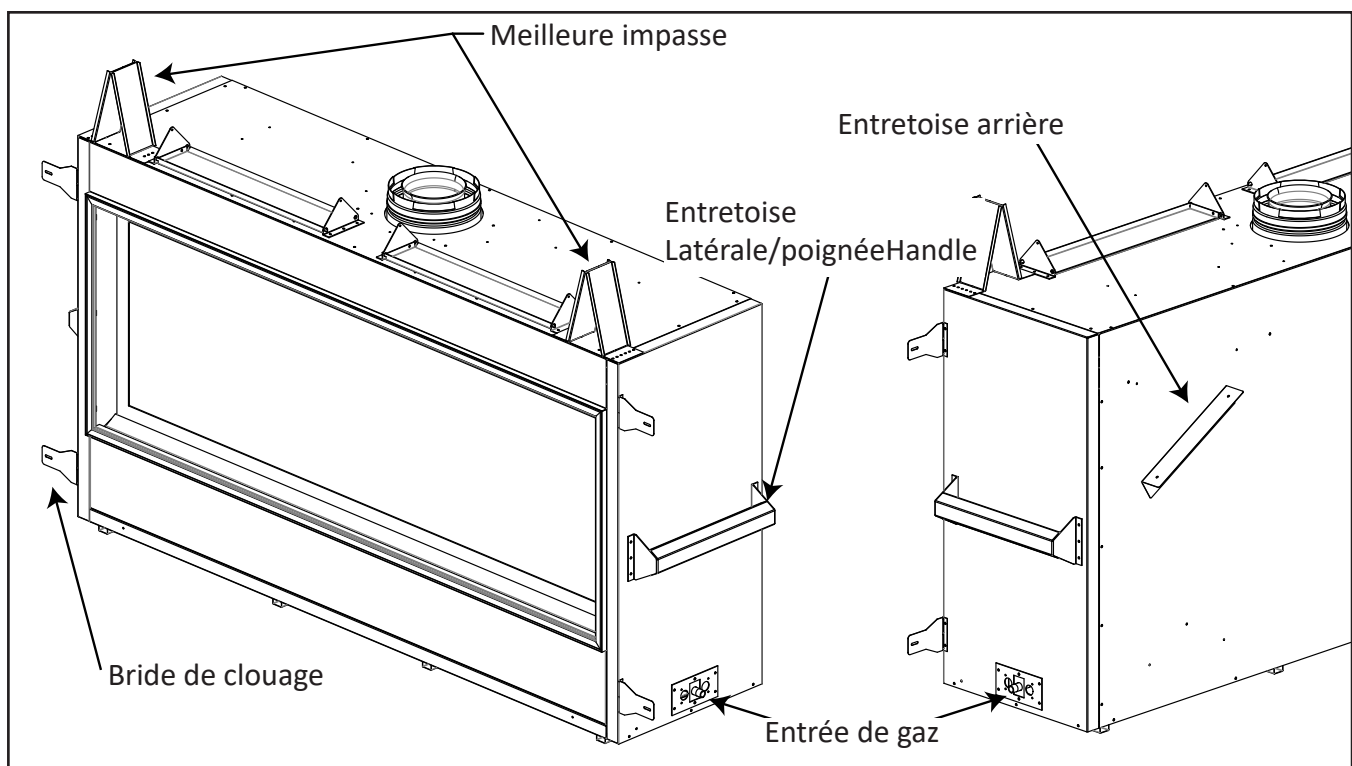

Figure 28: Préparation de l'installation du foyer
Prenez une minute pour vous familiariser avec la figure 28 ci-dessous.
- Les entretoises de cadrage supérieures devront être repliées et fixées d'un côté avec une vis T-20, comme le montre la Figure 28.